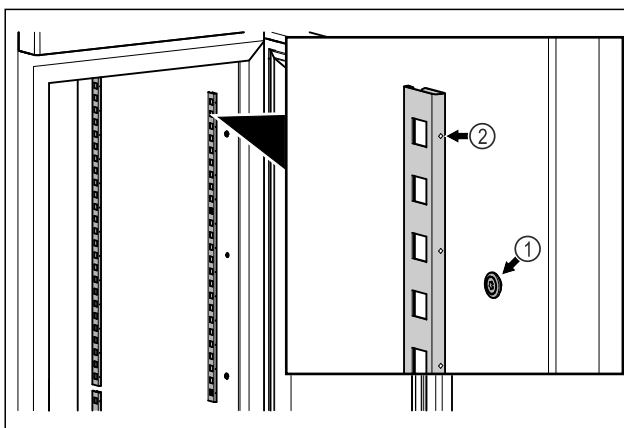

Fig. 17 Приблизне відображення
- ▶ Зачепити фіксувальну планку за підвіску Fig. 17 (1). Маркування Fig. 17 (2) повинно бути спрямоване вперед.